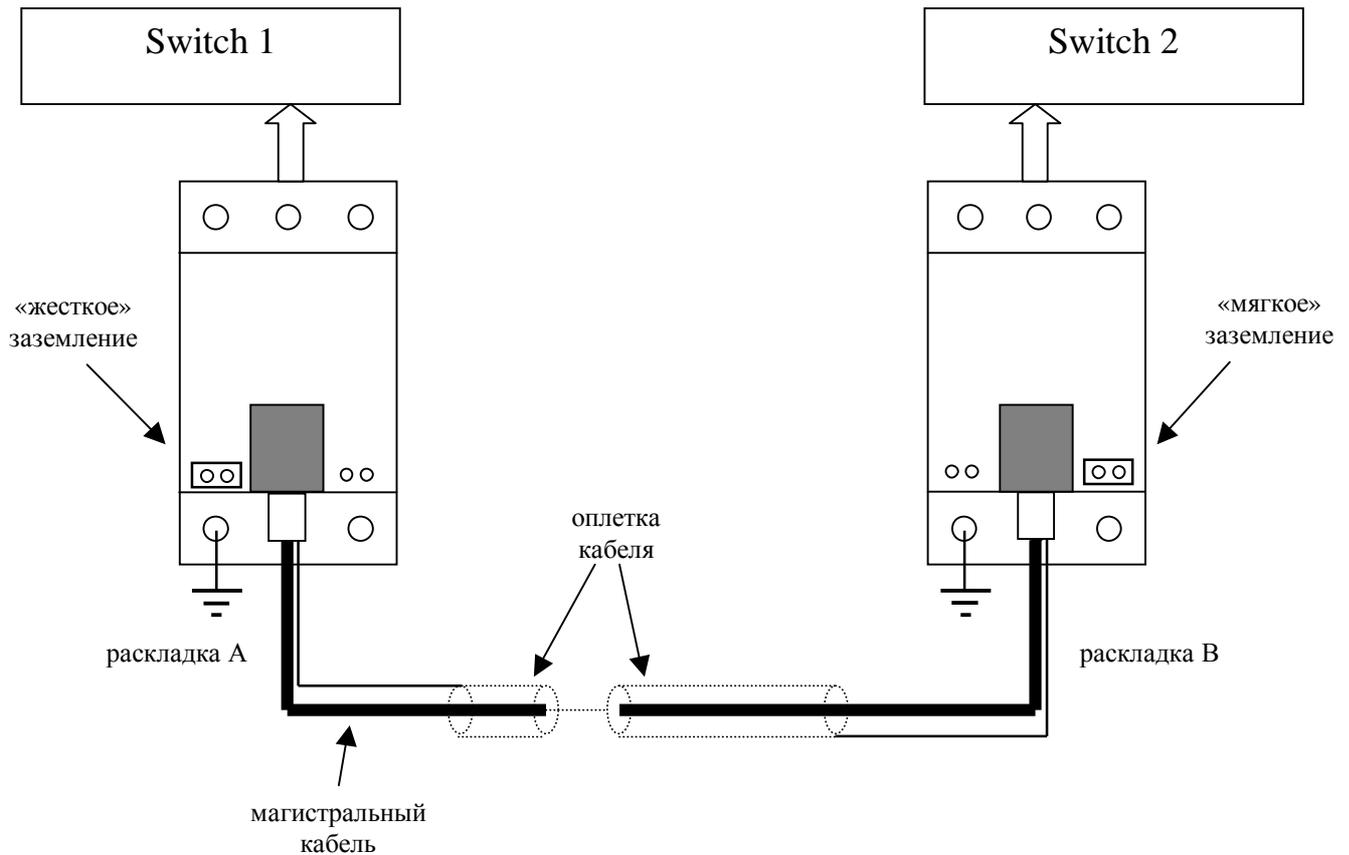

рис. 3
3. При выполнении наружной проводки экранированным кабелем один конец оплетки кабеля заземляется жестко (установлена перемычка JP1), а на втором конце используется «мягкое» заземление (установлена перемычка JP2). Если в кабеле остаются незадействованные проводники (обычно это бывает при использовании 4-х парного кабеля FTP или SFTP), ни в коем случае нельзя оставлять их никуда не подключенными, поэтому они заземляются вместе с оплеткой. Вариант подключения проводов при магистральной прокладке показан на рис. 3.